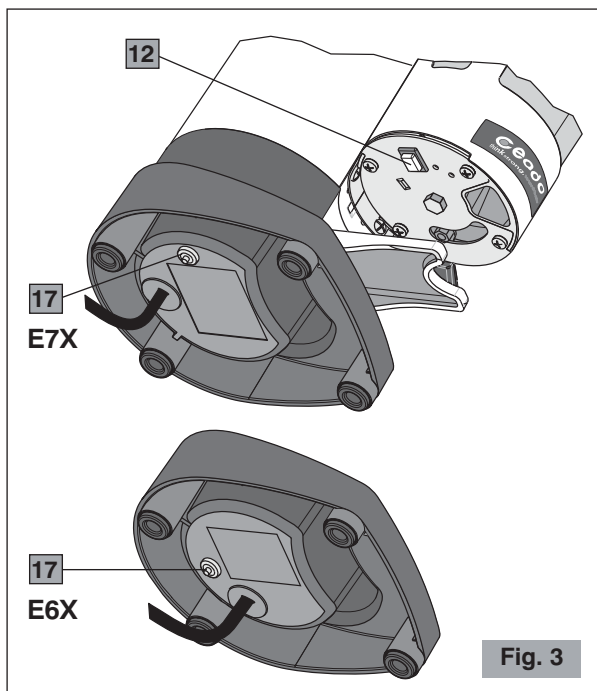
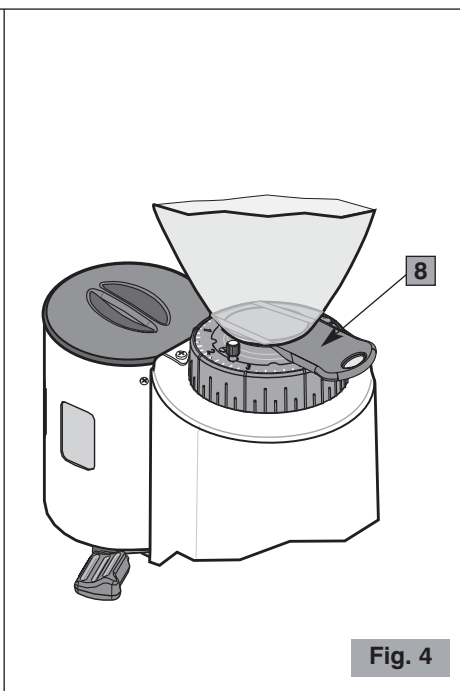

Fig. 3
Fig. 4
Componenti principali (Fig. 1, Fig. 2, Fig. 3, Fig. 4)
6. Accertarsi che il contenitore dei chicchi di caffè (campana) sia correttamente disposto e abbia l'otturatore aperto (8 Fig. 4).